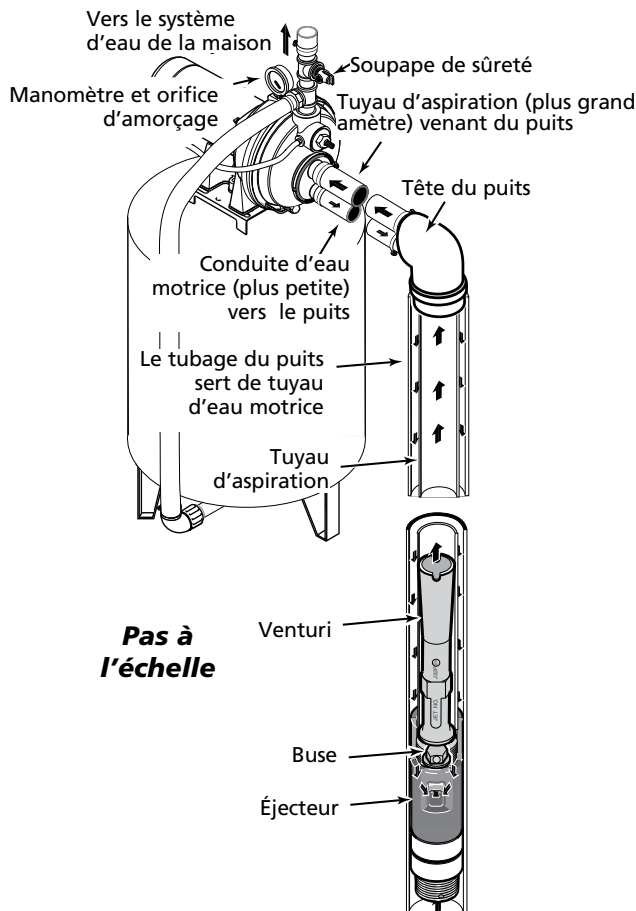

Figure 9 – Puits profond de 2 pouces (à un seul tuyau)
## Installation sur un nouveau puits profond Puits de 2 pouces (Figure 9)
2. Assembler l'ensemble d'éjecteur Berkeley BK4840 (vendu séparément), la tuyauterie du puits et l'adaptateur de la tête du puits conformément aux instructions fournies avec l'éjecteur (Voir la Figure 9.) Utiliser un tuyau de descente galvanisé muni de raccords usinés pour assurer un débit adéquat. Suivre les instructions fournies avec le nécessaire de façon à assortir la buse et le venturi aux conditions du puits.